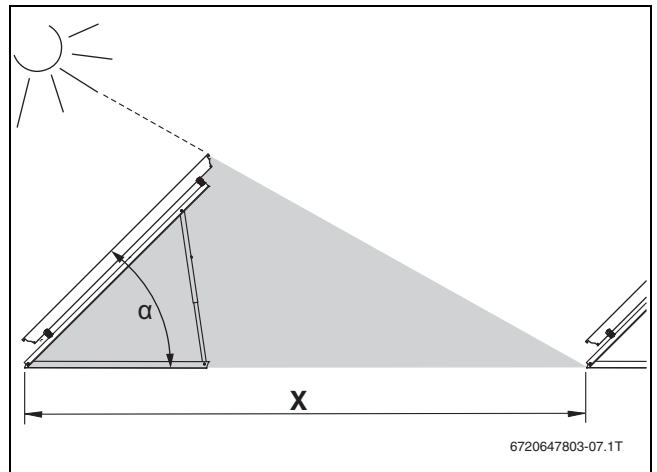

Рис. 19 Расстояние между рядами и затенение при монтаже на плоской крыше
- ▶ Для нескольких рядов коллекторов выбирайте расстояние X таким, чтобы не происходило их затенение (→ рис. 19 и 20).